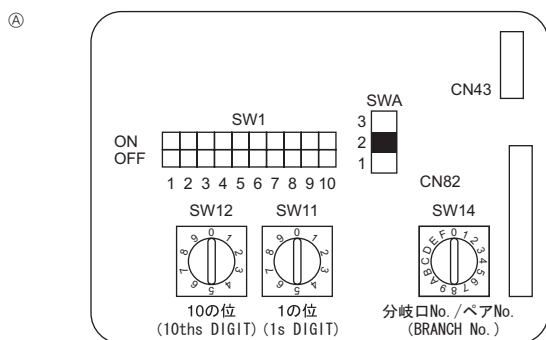

Fig. 6-4
- ③ Télécommande sans fil (lors de l'installation d'un récepteur de signaux sans fil)
6.5. Configuration des adresses (Fig. 6-4)